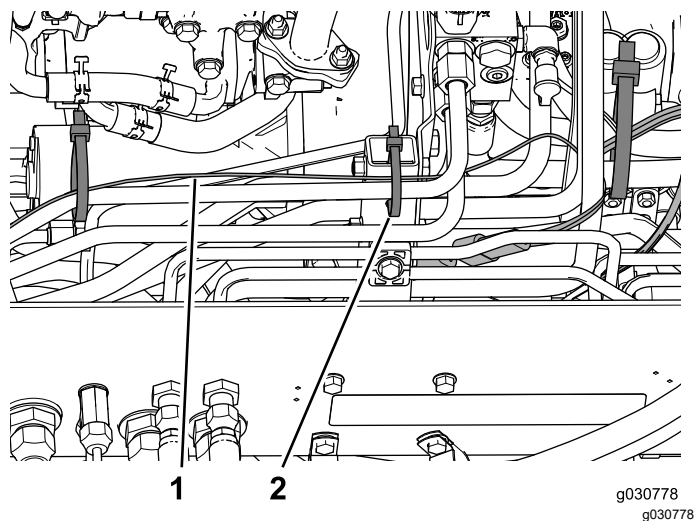
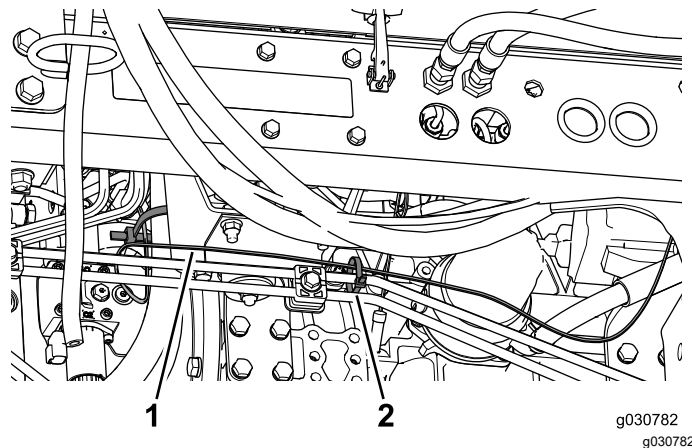

Figura 53
Figura 54
5. Utilice bridas para sujetar el arnés de cables a las mangueras y tubos hidráulicos en los puntos indicados en Figura 53 y Figura 54.